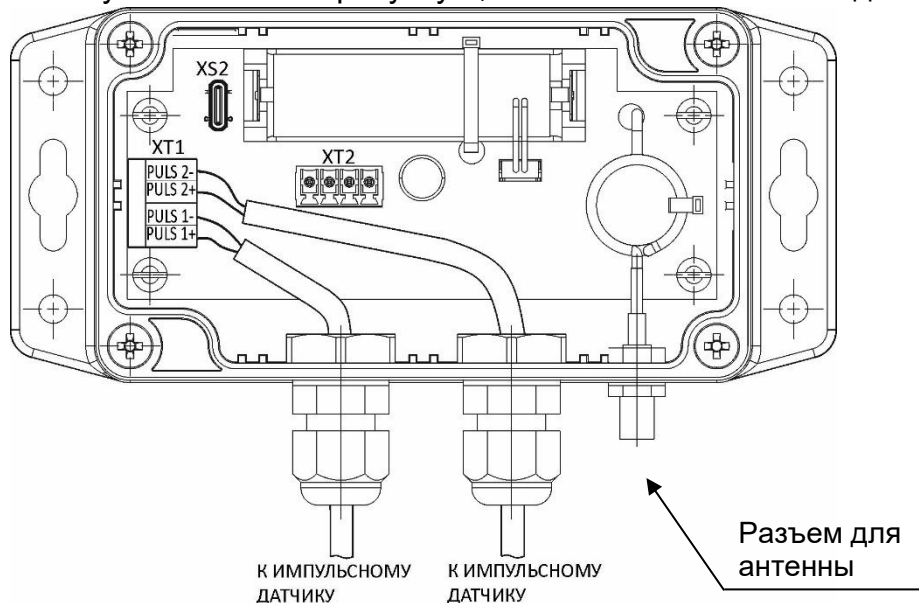

Рисунок 1
3.4.4 Присоедините антенну к соответствующему разъему модуля (рисунок 1).
3.5.2 Закрепите модуль при помощи крепежных отверстий в корпусе модуля (рисунок 1).